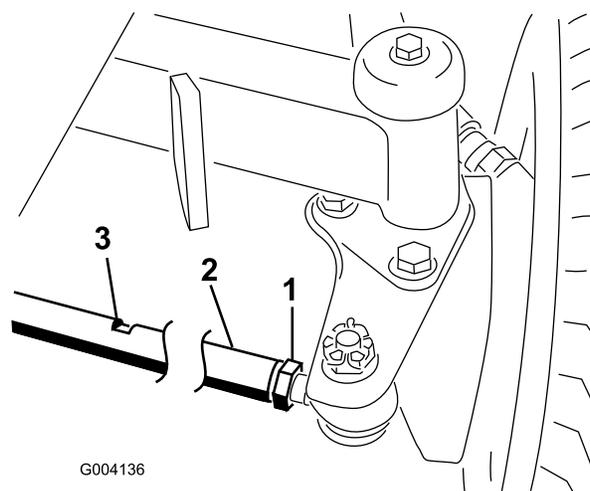

Рисунок 60
2. Ослабьте контргайку с каждой стороны тяги (Рисунок 60).